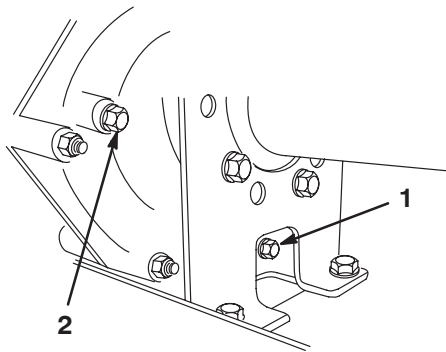
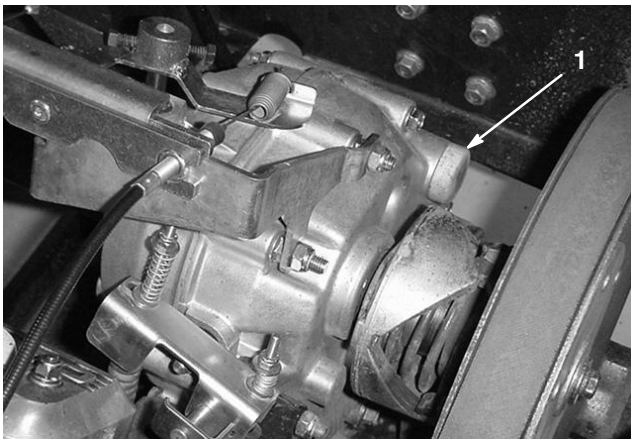

Bild 44
Bild 45
2. Entfernen Sie die Ablassschraube aus der rechten Seite des Behälters (Bild 44) und lassen die Flüssigkeit in ein Auffanggefäß ablaufen. Schrauben Sie die Ablassschraube wieder fest ein, wenn keine Flüssigkeit mehr ausströmt.
3. Füllen Sie den Behälter (Bild 45) mit ungefähr 1,4 l SAE 10W30 Motoröl oder so weit, dass der Ölstand die Unterseite des Prüflochs erreicht (Bild 44).